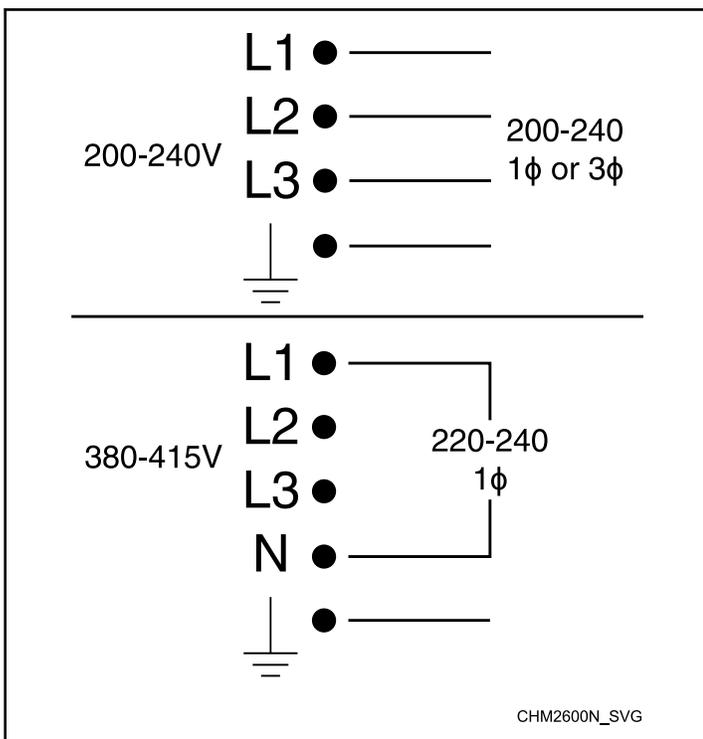

Figure 35
**IMPORTANT : Pour tension X - Pour obtenir 200-240V à partir d'une alimentation de 200-240V, brancher L1 et L2. Pour obtenir 220-240V à partir d'une alimentation de 380-415V, brancher L1 et N. Voir Figure 35 .**